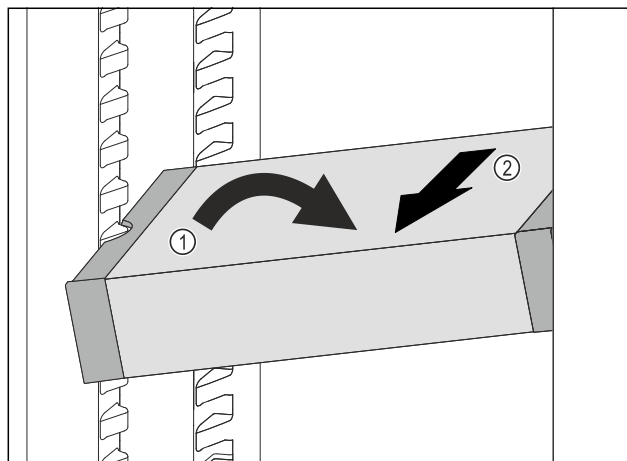

Fig. 115
- ▶ VarioSafe postavte v chladničce šikmo. Fig. 115 (1)
- ▶ VarioSafe odeberte směrem dopředu. Fig. 115 (2)